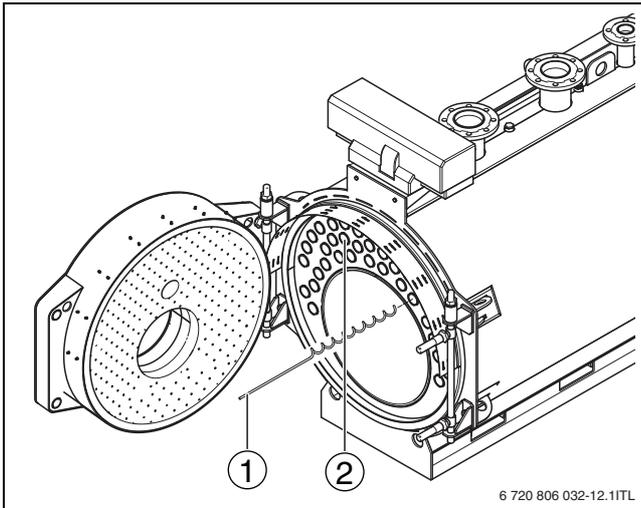

Рис. 30 Корректировка предварительного напряжения турбуляторов
- ▶ Задвиньте турбуляторы (→ рис. 30, [1]) в трубы дополнительных поверхностей нагрева (→ рис. 30, [2]).